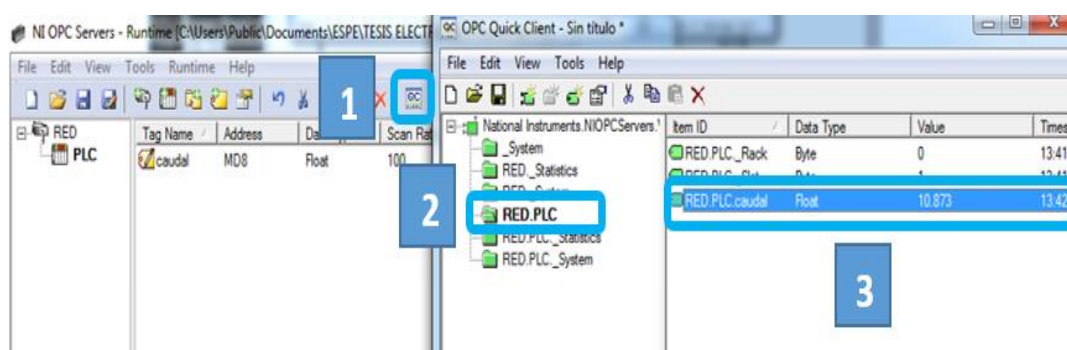

Figura 2.75: Variable caudal del PLC enlazada con el tag.
- Dar clic en el ícono QC, se abre una ventana y dar clic en RED.PLC en donde se encuentra el tag enlazada con la variable caudal del PLC como se indica en la figura 2.75.